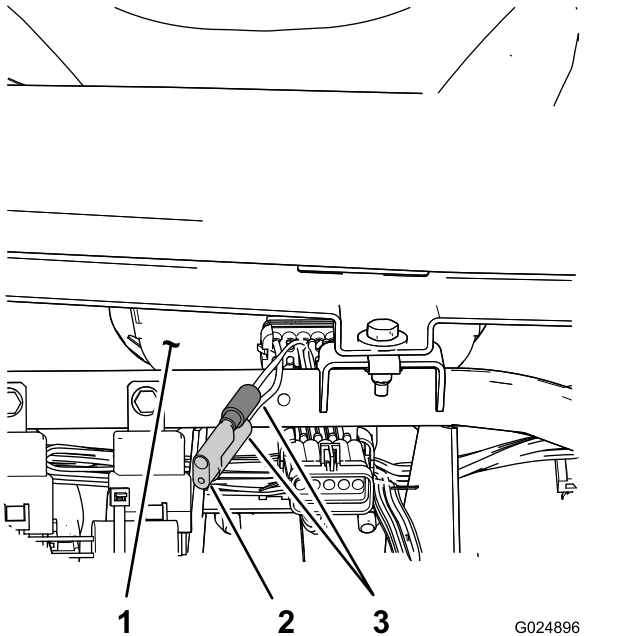

Рисунок 81
3. Найдите около спидометра два свободных провода (Рисунок 81).
4. Извлеките соединительный штепсель из жгута проводов и соедините эти провода вместе (Рисунок 81).